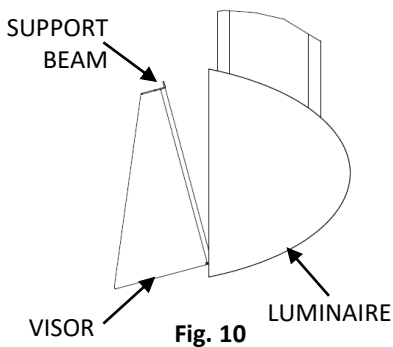

Fig. 10
1. Place LONG TAB of visor in GROOVE. (Fig. 10)
1. Positionner la LONGUE LANGUETTE de l'écran dans la RAINURE. (Fig. 10)